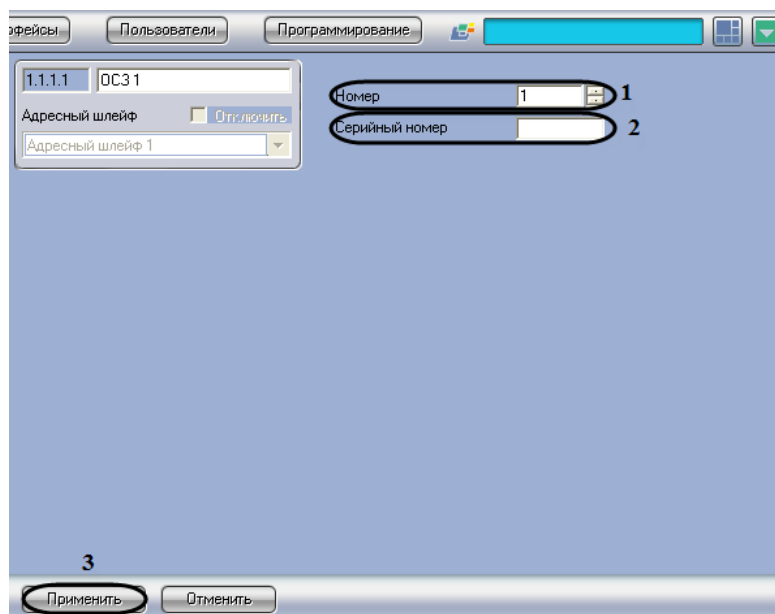

Рис. 3.5—8 Панель настроек объект ОСЗ
2. В поле **Номер** необходимо с помощью кнопок **вверх-вниз** ввести номер в списке устройств (см. Рис. 3.5—8, 1).
3. В поле **Серийный номер** необходимо ввести серийный номер устройства (см. Рис. 3.5—8, 2).